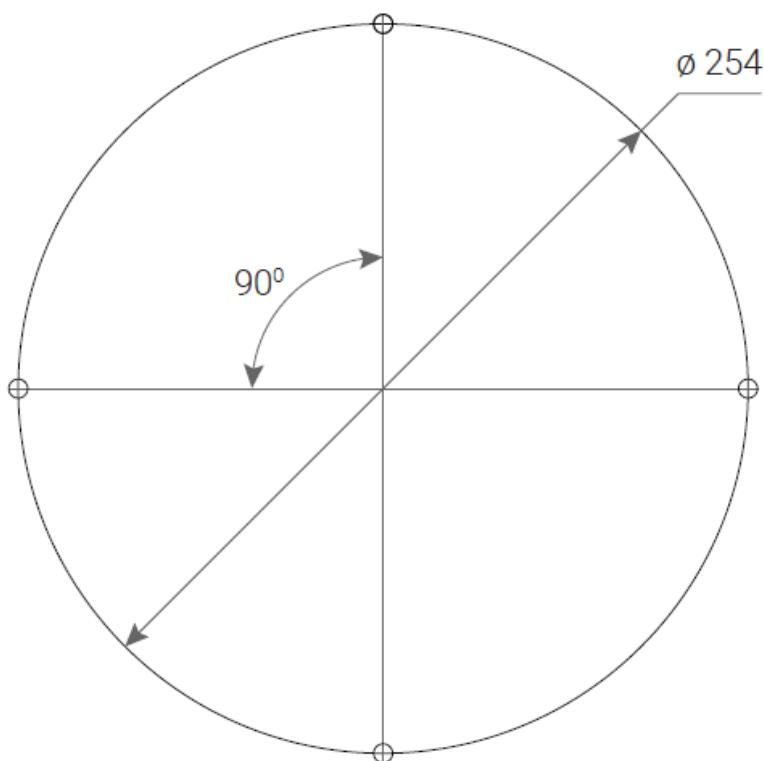

Рисунок I-13 – Схема разметки отверстий для монтажа манипулятора
6. Просверлите 4 монтажных отверстия по окружности диаметром $\varnothing 254$ мм под крепления основания манипулятора согласно схеме разметки (см. Рисунок I-13).